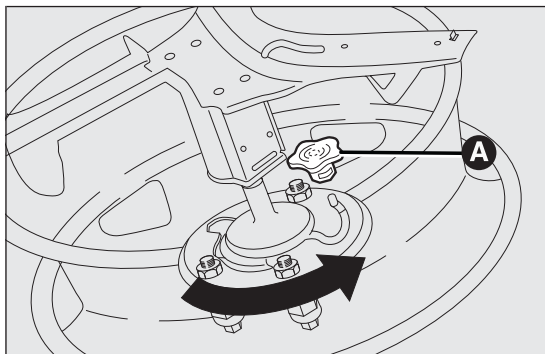

fig. 126
- ☐ fijar el soporte dentado de la rueda pinchada con los 2 tornillos (introducir el soporte desde el exterior de la rueda). Volver a enganchar el cable metálico de retención en su alojamiento e introducir el capuchón de protección A fig. 126;